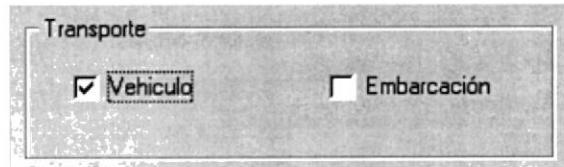

Figura 8.5 Opción de transporte
22. En los datos del comerciantes tendrá que seleccionar el transporte que tenga el comerciante según sea el caso (ver figura. 8.5).